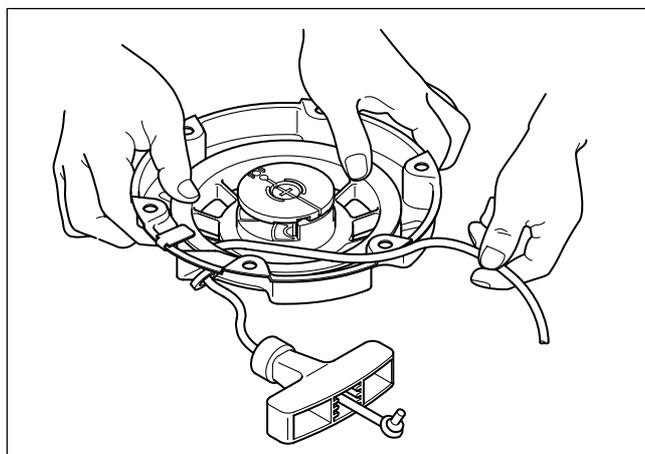

図 12-1
(1) ゼンマイの力を解除します。
- 3 巻き込まれないように両手の親指でリールを確実に押さえてください。(図12-1)